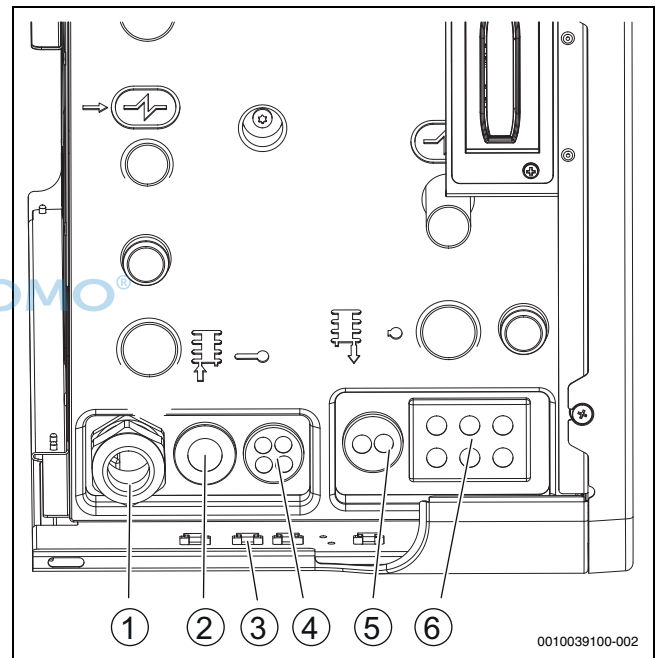

Bild 24 Kabeleinführungen der Inneneinheit
- Anschlusskabel über die Kabeldurchführungen auf der Unterseite der Inneneinheit führen. Die richtige Reihenfolge der Kabel ist Abbildung 24 zu entnehmen.
- Kabel mit Kabelbindern an den Befestigungspunkten befestigen (→Abbildung 24 [6]). Darauf achten, die Kabel nicht über Kreuz zu verlegen.
- Nach dem Einführen des Kabels die Kabelverschraubung festziehen (→Abbildung 24 [1]).